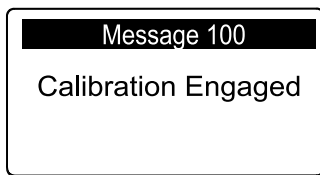

Bild 68
**Hinweis:** Die Meldung KALIBRIERUNG AKTIVIERT wird angezeigt (Bild 68), und der Aerifizierkopf senkt sich langsam ab.